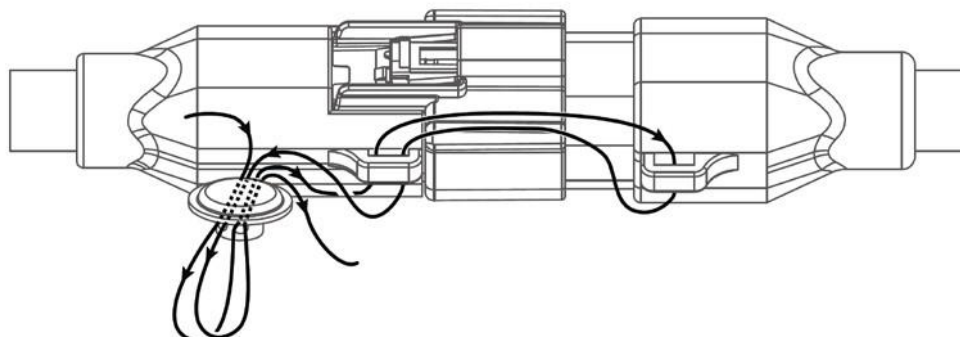

Рис. 5.2 Установка защитной пломбы на разъем
1. Проденьте пломбировочную проволоку через отверстия на разъеме как показано на рисунке (см. рис. 5.2).